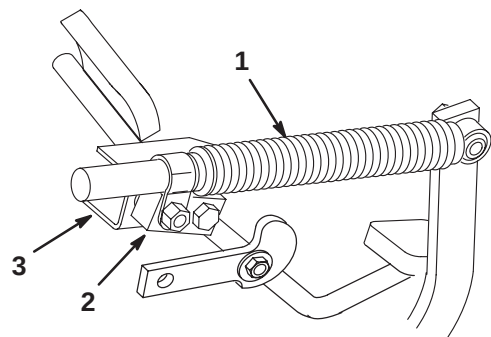

図 61
2. ダンパ・ピボットとダンパ・ブラケットをつないでいるロックナットをゆるめる (図61)。